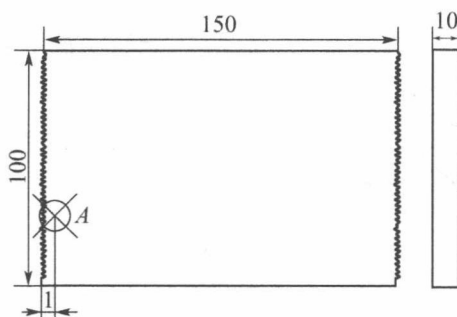

图 1-1-8 确定样冲点 A
(1) 检查毛坯料的实际尺寸。
(2) 在即将划线位置用粉笔涂色。
(3) 以毛坯左边平面为基准, 用钢直尺量取 1mm, 在此处打样冲作为 A 点, 如图 1-1-8 所示。